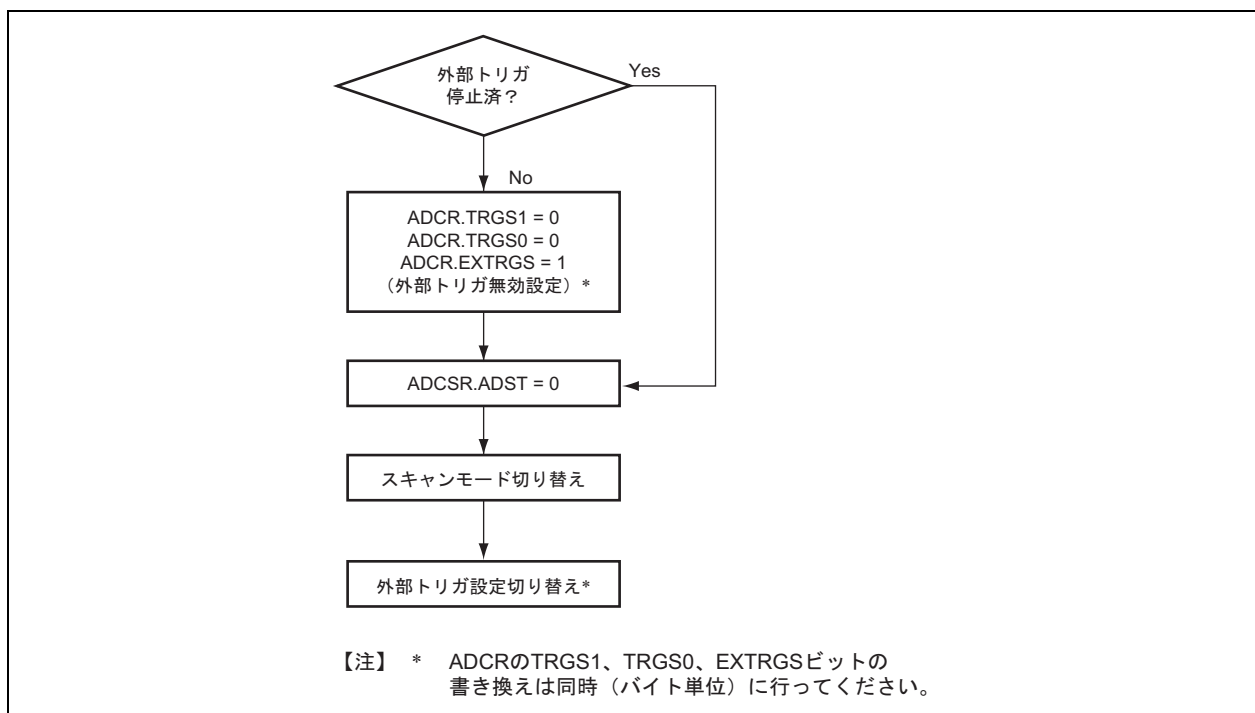

図 18.9 外部トリガ起動設定時のモード切り替え手順
2.または3.に該当する場合の詳細手順については、**図18.9**を参照してください。